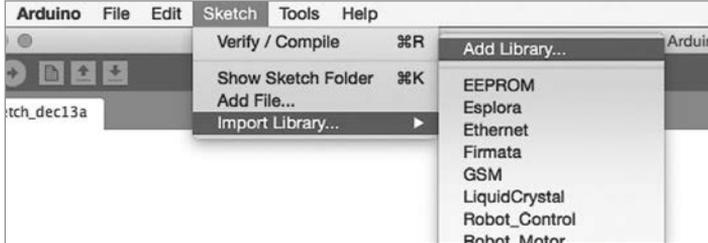

Рис. 8.17. Импортирование библиотеки
- Откройте Arduino IDE и выберите пункт меню Sketch ▶ Import Library ▶ Add Library (Скетч ▶ Подключить библиотеку ▶ Добавить библиотеку), как показано на рис. 8.17.